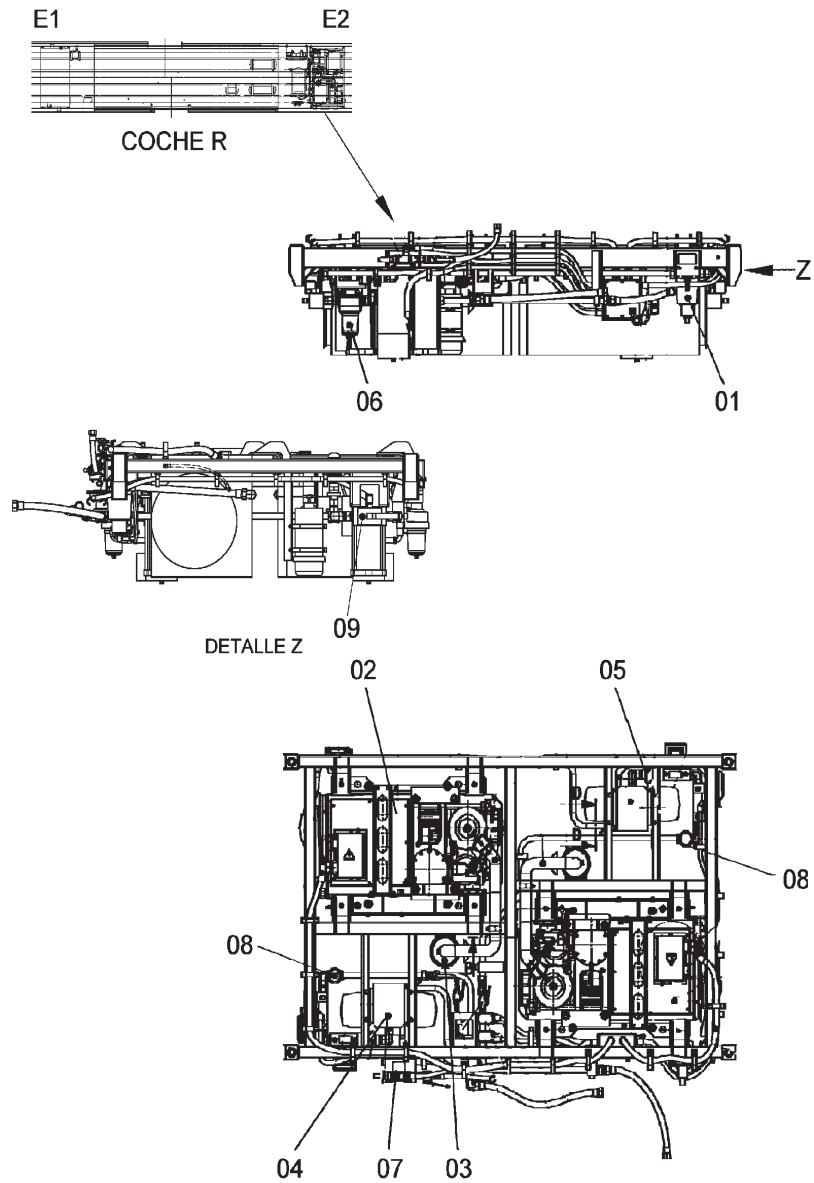

Figura 2-21. Bloque de producción
| - Bloque de producción (ver figura 2-21) | Pos.07 |
2.5.2.2 Bloque de producción (figura 2-21)